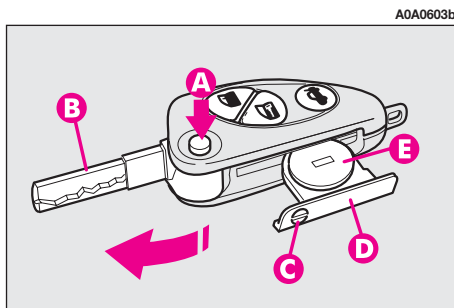

fig. 5
- appuyer sur le bouton (**A**-fig. 5) et mettre la tige métallique (**B**) en position d'ouverture;